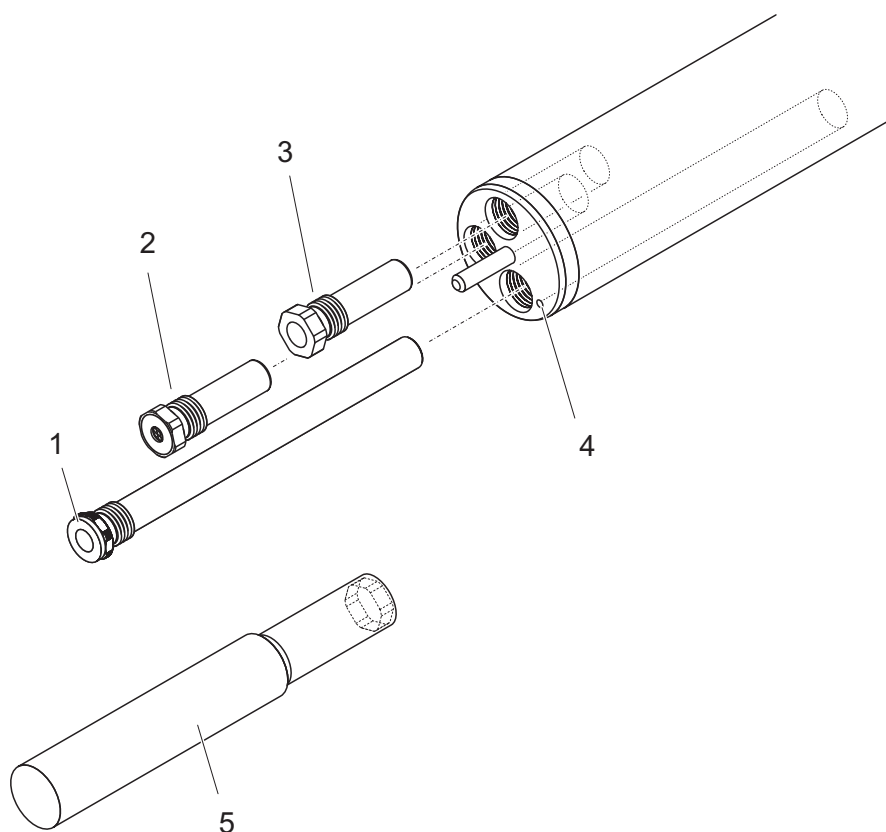

fig. 3-3 Équipement de la sonde avec des électrodes.
- Le réceptacle destiné à l'électrode de référence est marqué par un repère en creux. Il s'enfonce à l'intérieur de la sonde sensiblement plus profondément que les trois autres réceptacles (voir fig. 3-3).